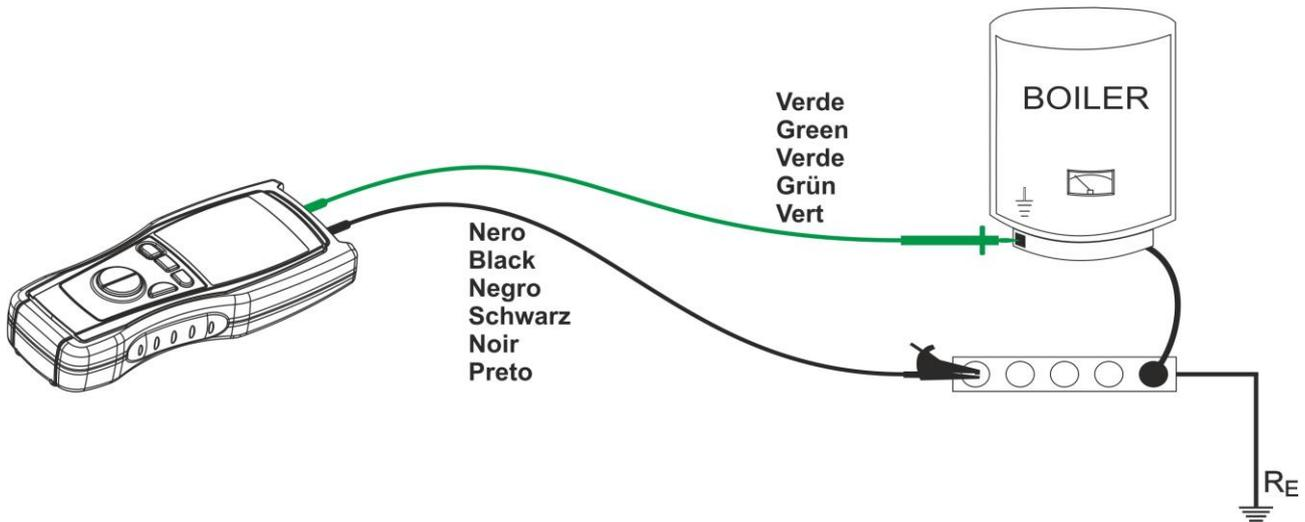

Fig. 9: Conexão dos terminais do instrumento
7. Conectar os terminais do instrumento às extremidades do condutor sobre o qual se pretende efetuar o teste de continuidade (ver Fig. 9).